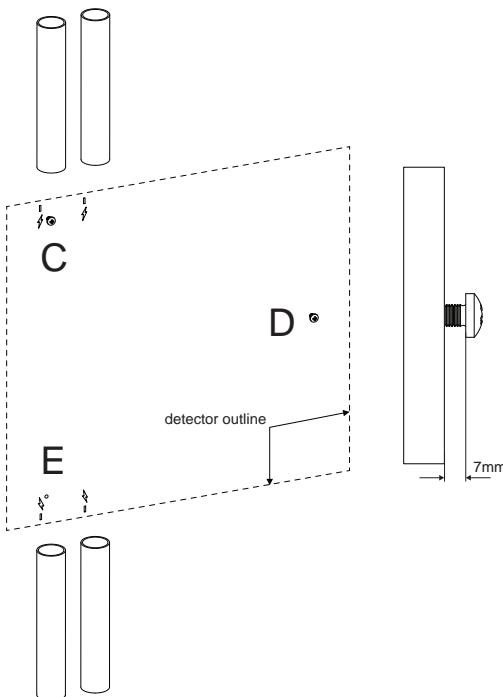

Рис. 4-11: Вставка крепежных винтов
3. Вставьте два винта с полукруглой головкой M4 в точки C и D так, чтобы головки винтов выступали из стены на 7 мм (Рис. 4-11). Просверлите отверстие в точке E для дальнейшей вставки винта, как описано в п. 9.